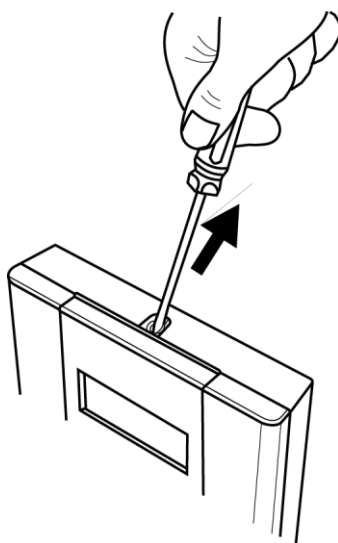

Figure 9. i-on Compact : Ouverture du couvercle
2. Insérer un petit tournevis dans la rainure de la vis et soulever le couvercle par un effet de levier, comme illustré dans la figure 9 (le couvercle est rabattable par le bas).